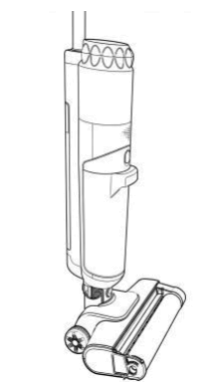

Fig. 11
2. Druk de linkerzijde van de rolborstel op zijn plaats totdat deze op zijn plaats klikt (Fig. 11).